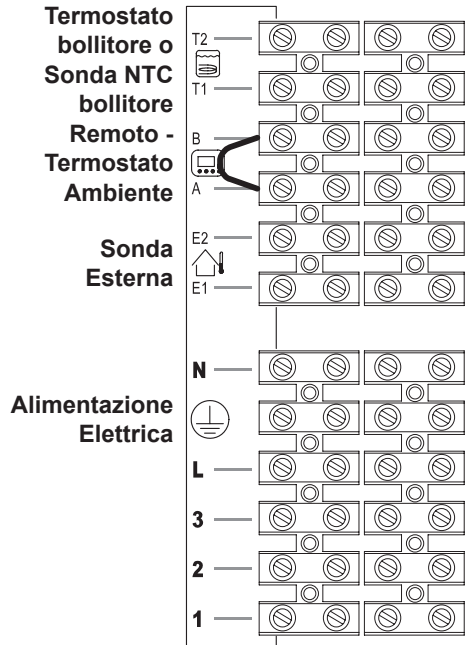

Figura 5.20
- Collegare il cavo di alimentazione elettrica proveniente dall'interruttore onnipolare alla morsetteria di alimentazione elettrica della caldaia Figura 5.20 rispettando la corrispondenza della linea (filo marrone) e del neutro (filo azzurro).
Per il collegamento di un termostato ambiente servirsi dei morsetti indicati in Figura 5.20.